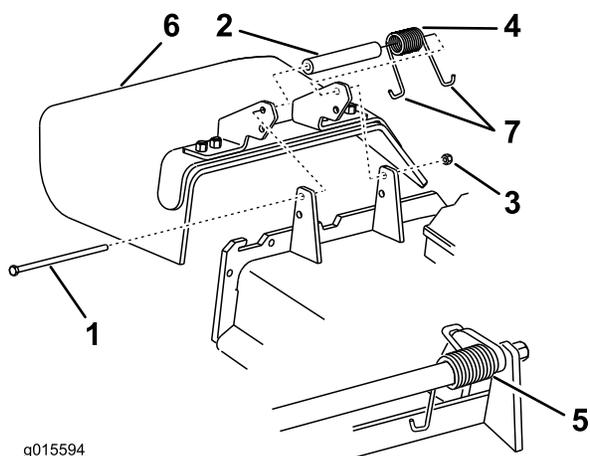

Figura 90
1. Retire a porca de bloqueio, o parafuso, a mola e o espaçador que fixam o defletor aos apoios de articulação (Figura 90).
**Nota:** Certifique-se de que a extremidade em J de mola está montada por trás da extremidade da plataforma antes de colocar o parafuso como apresentado em Figura 90.
6. Coloque uma extremidade em gancho J da mola em torno do defletor de relva (Figura 90).